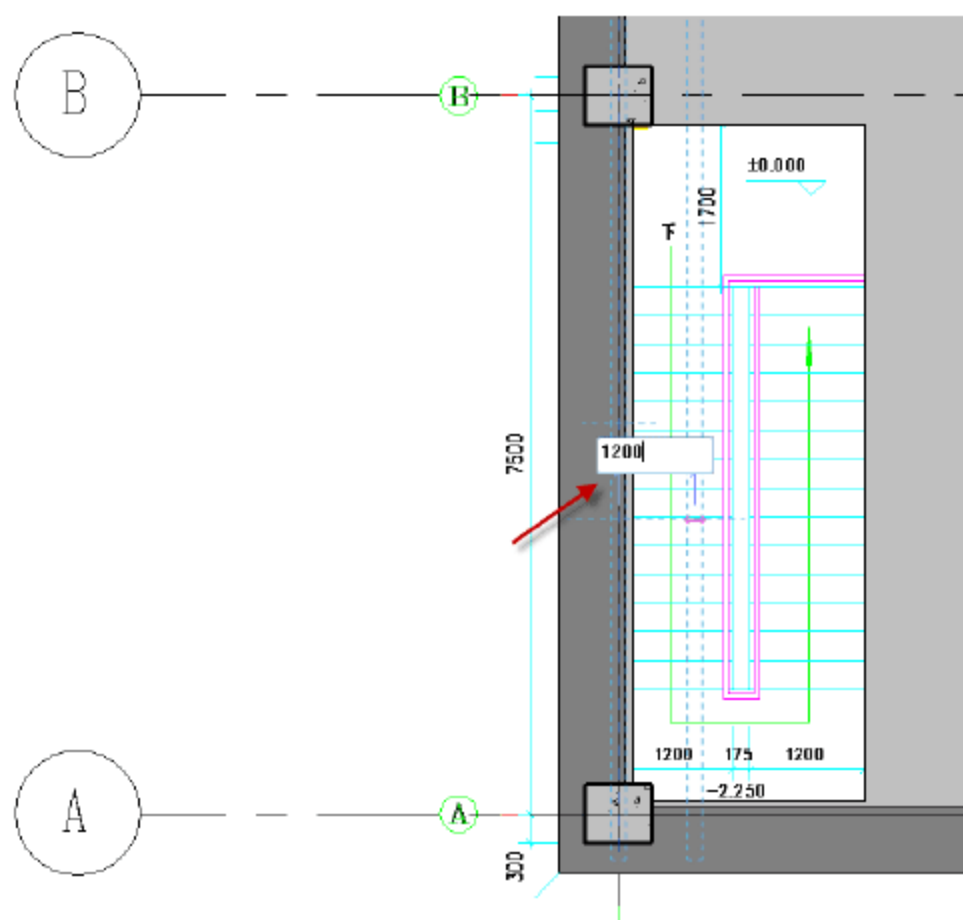
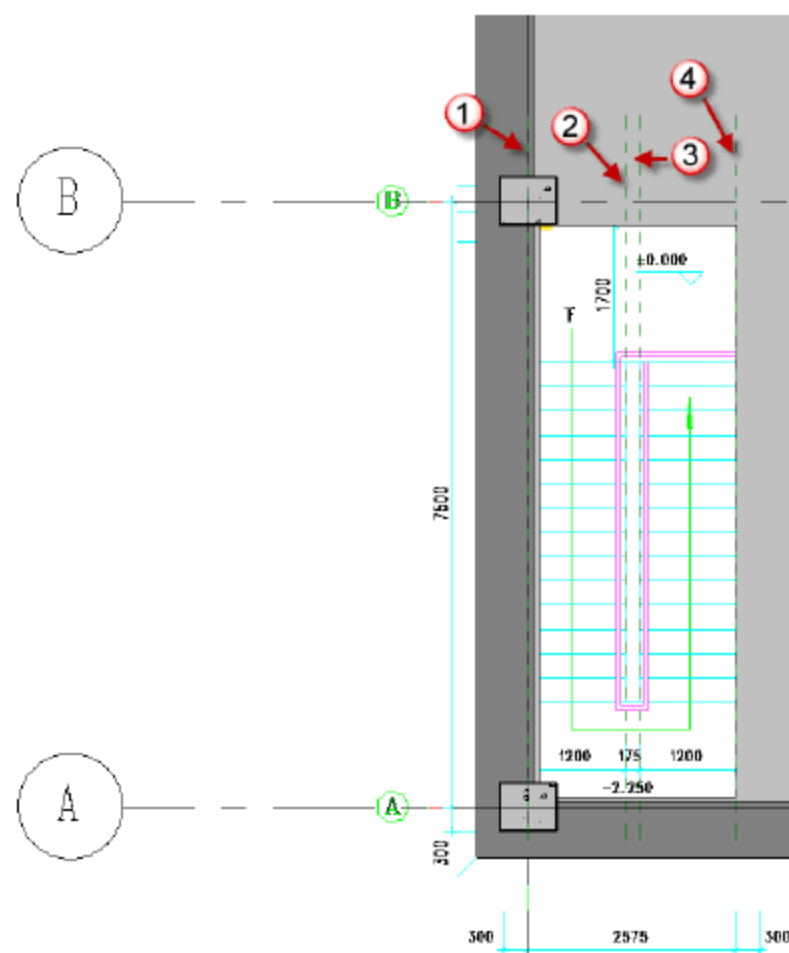

图 11.2.10 复制垂直参照线
图 11.2.11 完成垂直参照线绘制
(7) 复制垂直参照平面。选择参照平面线，按快捷键 **C+O**，向左复制，输入距离“1200”个单位，按 **Enter** 键，如图 11.2.10 所示。同理，按尺寸依次向左再复制两根参照线，复制成功后，效果如图 11.2.11 所示。